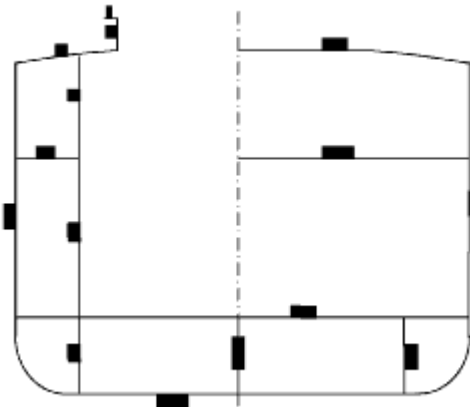

Рис. 1.2
*Решение.* Приведено на рис. 1.2, где условно отложена толщина конструкций.